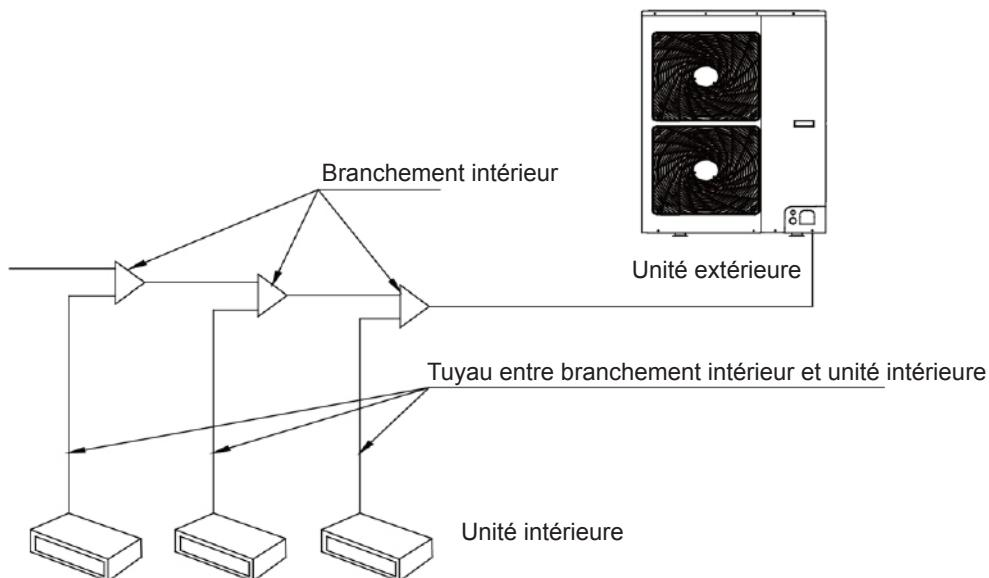

Fig. 11
- (2) Ne cintrez pas le tuyau à plus de 90°.
- (3) Si le tuyau est cintré ou tordu de manière répétée, il durcira et deviendra difficile à cintrer et à tordre de nouveau. Évitez donc de cintrer ou tordre le tuyau plus de 3 fois.
- (4) Si le cintrage direct risque de former des cassures sur le tuyau, utilisez d'abord un cutter pour couper la couche d'isolant, comme indiqué sur la Fig. 11. Cintrez le tuyau après l'avoir dénudé. Une fois le cintrage réalisé, enroulez le tuyau d'une couche d'isolant et assurez-la avec du ruban adhésif.